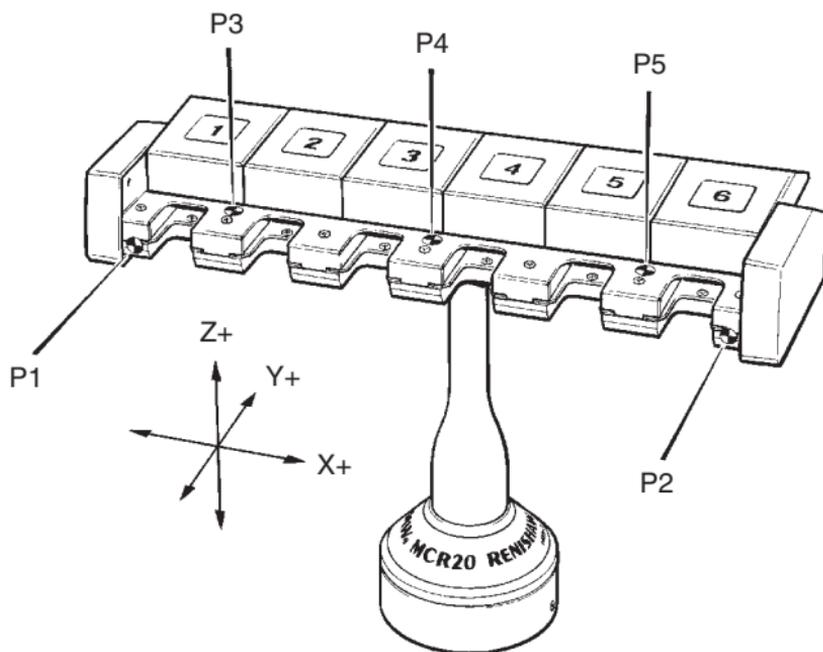

Figura 8 - Referenciando o magazine de troca de módulo MCR20
Para alinhar o magazine de troca de módulo MCR20 com os eixos da sua MMC, siga os seguintes procedimentos (veja Figura 8):
Para estabelecer a profundidade de armazenamento das portas do MCR20, siga os seguintes procedimentos (ver Figura 8):
3.5.3 Estabelecendo a altura de armazenagem (Z)
Para estabelecer a altura de armazenagem (Z) das portas do MCR20, siga os seguintes procedimentos (ver Figura 8):